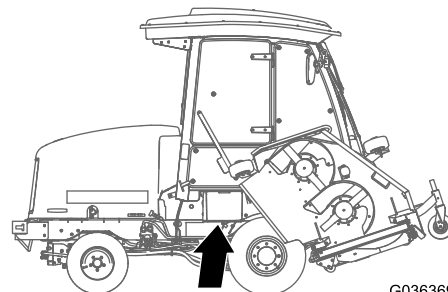

Figura 53
1. Aprite il coperchio della batteria sul lato della copertura (Figura 53).
Nota: Premete sulla superficie piatta sopra il coperchio della batteria per facilitare la rimozione del coperchio (Figura 53).